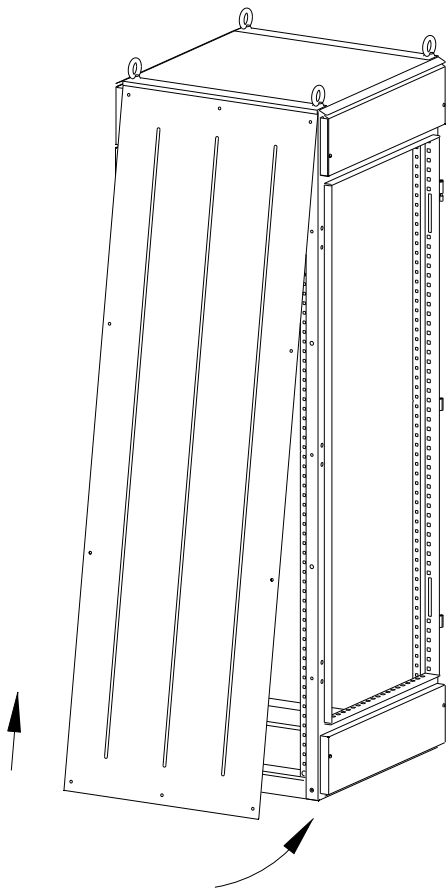

Рисунок 37
20.1 Вставьте Панель боковую под нащельник крыши (рисунок 37) и зафиксируйте винтами М6×16. Момент затяжки 5 Н·м.